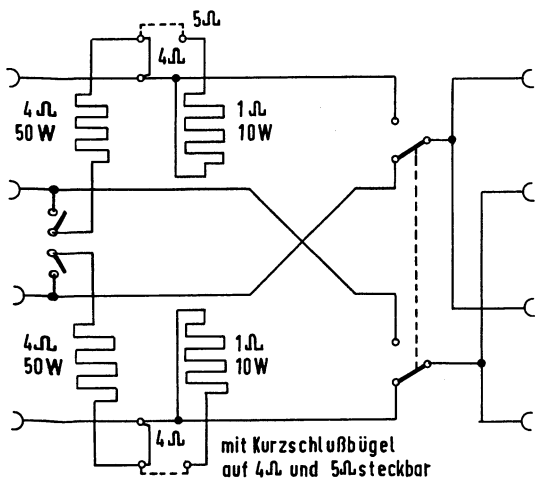

Bild 1
9. **2 Abschlußwiderstände 4 Ω/50 Watt eingebaut mit Umschalter und Anschlußklemmen für Meßgeräte** (Selbstbau) (siehe Bild 1 und 2).